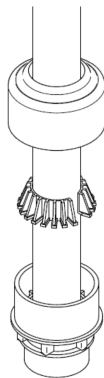

Fig. 24
3. Introducir el tubo hasta el tope (Fig. 24).